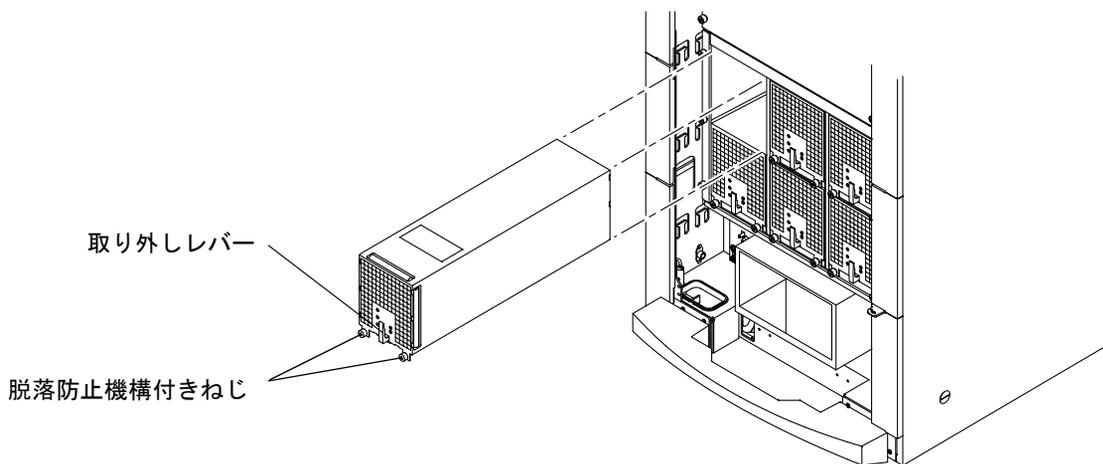

図 4-4 電源装置の取り外しまたは取り付け — Sun Fire E6900 システム
3. 2本の脱落防止機構付きねじを緩めます (図 4-4)。
2. スロットに電源装置をスライドさせます (図 4-4)。